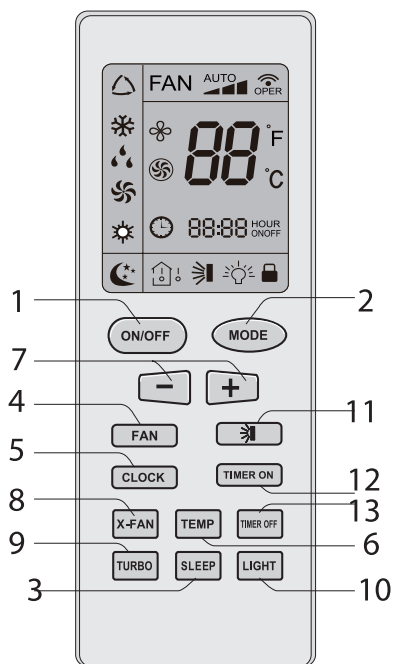

Рис. 1
Пульт управления (Рис. 1)
- Для управления кондиционера применяется беспроводной инфракрасный дистанционный пульт (рис. 1).
- Комментарии к рис. 1 см. таблицу 1.